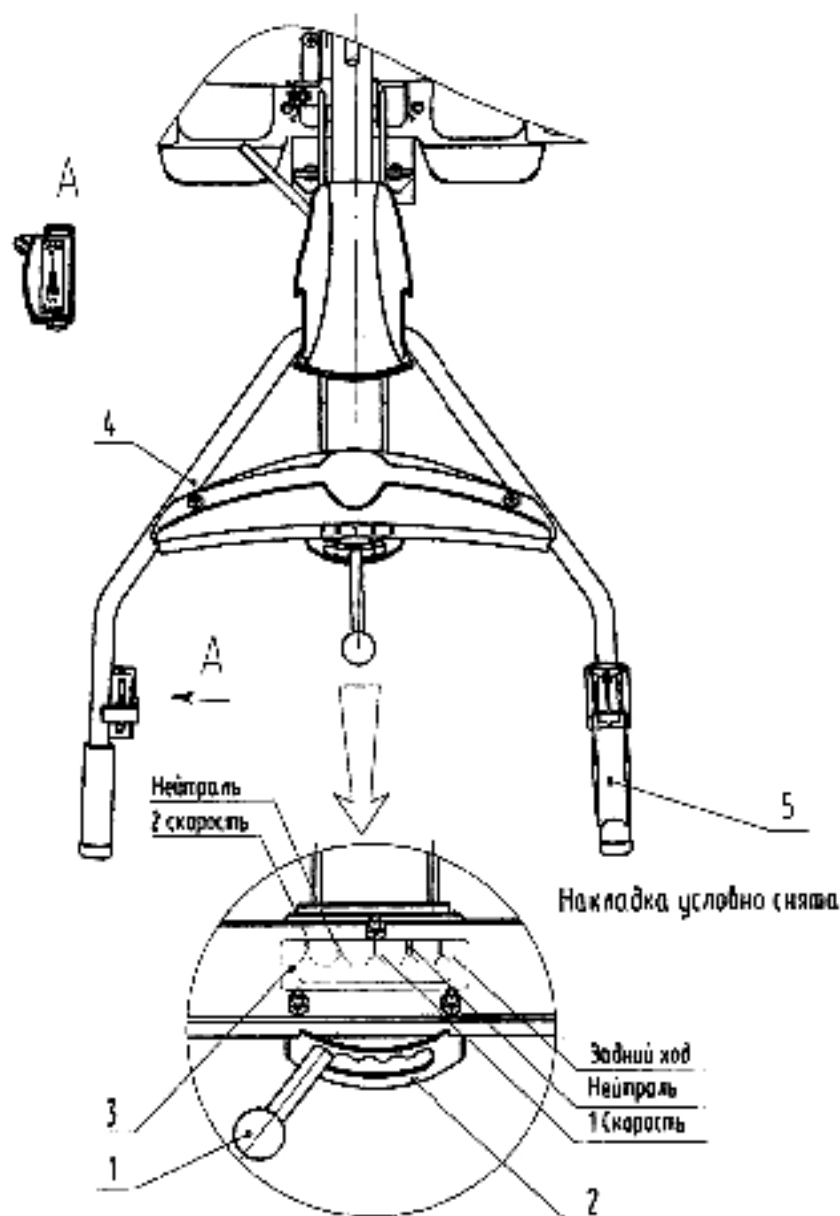

Рис. 3 Органы управления мотоциклом
- включите сцепление, т.е. рычаг сцепления 5 (рис.3) прижмите к рукоятке;
Установите коромысло 11 (рис.2 вид А) переключателя скоростей в нейтральное положение (позиция «N» между 1 и 2 скоростью (повернуть коромысло против часовой стрелки в крайнее положение, затем повернуть его по часовой стрелке на один щелчок). Рычаг переключения скоростей 1 (рис.3) установить в позицию «N» между 1 и 2 скоростью. Регулируемыми винтами троса переключения скоростей троса 13 (рис.2 вид А) установить небольшой натяг в тросах, не затрудняющий переключение скоростей. Проверить четкость переключения скоростей при перемещении рычага в разных направлениях при разных положениях руля. Законтрить контргайки регулировочных винтов.